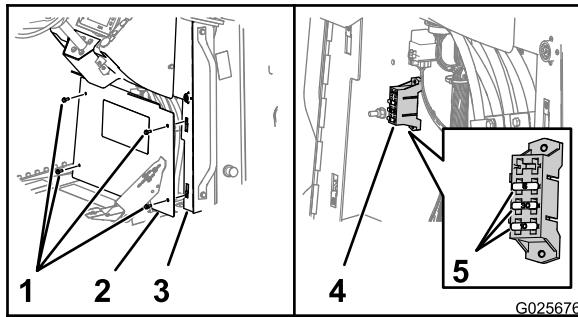

Рисунок 81
- Выверните 4 болта с шестигранными фланцевыми головками (5/16 x 3/4 дюйма), которые крепят крышку к пульту, и снимите крышку (Рисунок 81).
- Найдите перегоревший предохранитель и замените его предохранителем такого же типа и номинала (Рисунок 81).
- Совместите отверстие в крышке с гаечными зажимами на фланцах пульта (Рисунок 81).